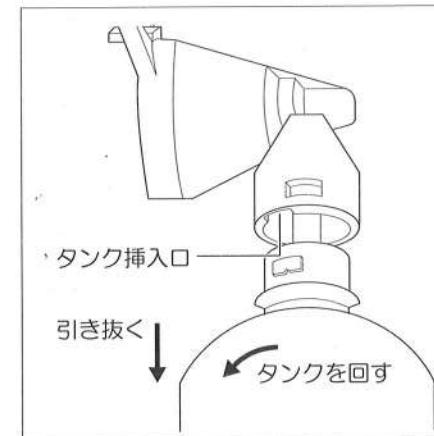

図12
- ・洗剤タンクを左に回し下に引き抜くと、タンクがノズルから外れます。(図12参照)